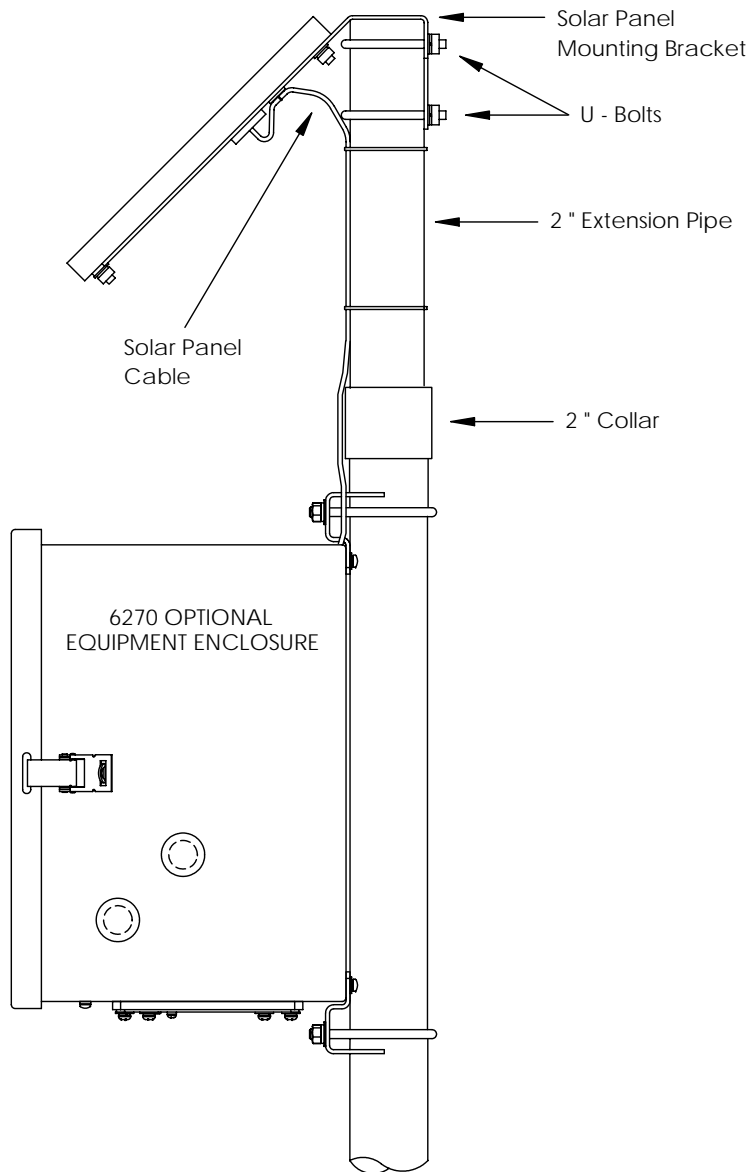

Abbildung 7 (Befestigung des Sonnenkollektors)
**Hinweis:** Die Schritte 1 und 2 sind nicht erforderlich, wenn das Rohr auch ohne Verlängerung hoch genug ist. (Nehmen Sie Abb. 7 für folgende Arbeitsschritte zur Hand.)